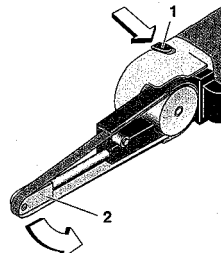

Fig. 6
2. Rastknopf 1 (Fig. 6) eindrücken und dabei den Schleifkopf (2) auf den gewünschten Winkel einstellen.